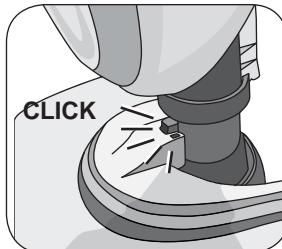
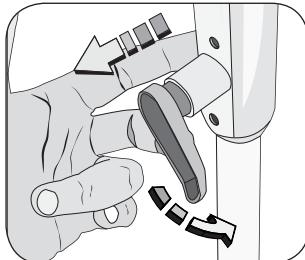
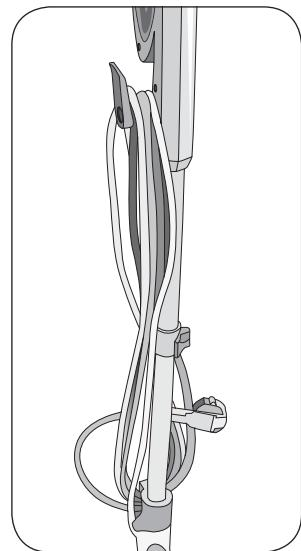

Fig. 10
Fig. 11
Fig. 12
Retirer la lingette. Incliner l'appareil en avant de façon à bloquer la rotule sur la tête à vapeur. Lorsque l'engagement est correct, un "clic" se produit (Fig. 10). Extraire le crochet d'enroulement du câble (L) (Fig. 11). Le crochet (I) est fixe. Enrouler le câble d'alimentation sur les deux crochets (Fig. 12). Laisser l'appareil au repos, à la verticale.
Pour que l'appareil soit stable en position verticale, il faut bloquer la rotule sur la tête à vapeur (Fig. 10).